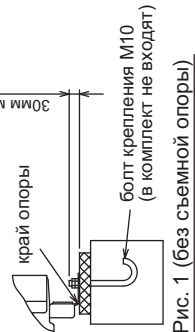

Рис. 1 (без съемной опоры)
- ① Проверьте прочность основания. Предусмотрите слив дренажа (при работе прибора на некоторых его элементах конденсируется влага) и подключение фреоновых труб и кабелей
- ② Установочные опоры должны прочно располагаться на основании (рис. 1 и 2)
- ③ Болты крепления должны выступать не более чем на 30мм (рис. 1 и 2)